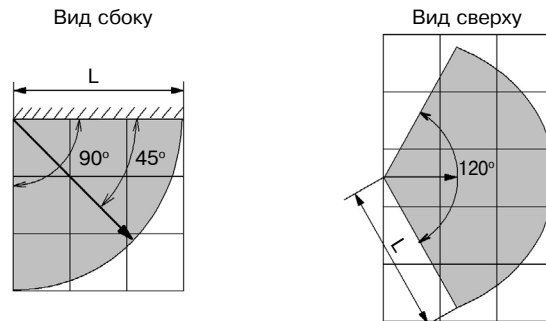

Рисунок 1 – Диаграмма зоны обнаружения АК канала
- при выборе места установки следует принимать во внимание диаграмму направленности извещателя (рисунок 1);
- расстояние (L) от извещателя до самой удаленной точки охраняемого стекла должно быть не более 6 м;